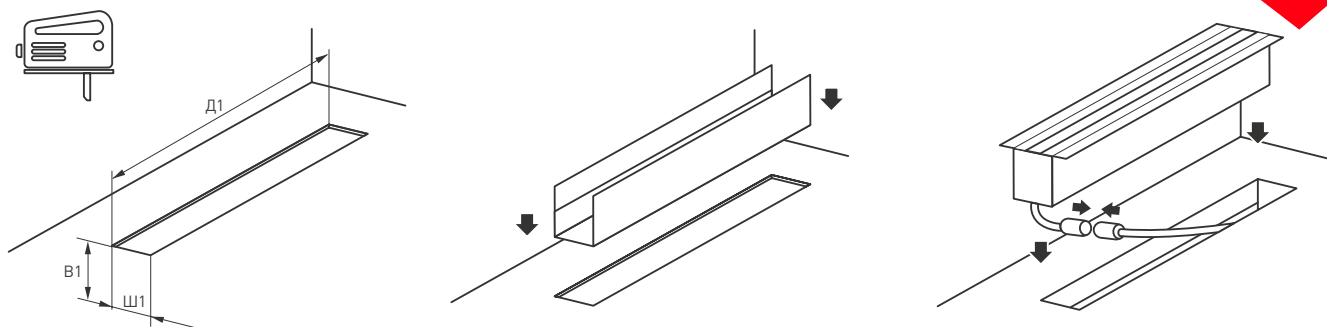

Рис. 2. Установка светильника в нишу
- Закрепите закладную часть в месте установки. Закладная часть устанавливается непосредственно в плотный грунт или поверхность стены и фиксируется в ней с помощью строительной смеси согласно типу поверхности (см. рис. 2).